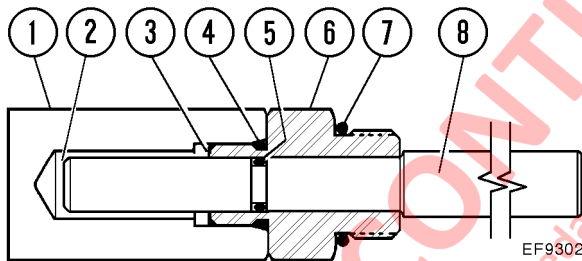

FIGURA 5-2. INDICADOR DE DESGASTE DEL FRENO
Se debe comprobar el desgaste del disco de freno cada 1000 horas por medio de una herramienta indicadora de desgaste (EF9302) que está incluida en el grupo de herramientas que se envía con el camión. Consulte la Figura 5-2.
- a. Retire la cubierta (1, Figura 5-2) del indicador de desgaste.
- b. Empuje el pasador (8) hasta que se detenga contra el pistón de freno.
- c. Mida la distancia desde la cara del extremo del pasador del indicador (2) hasta la cara de la carcasa (3).
- ❑ Si la cara del extremo del pasador del indicador (2) está al mismo nivel o más abajo que la cara de la carcasa (3), significa que el paquete de discos está desgastado más allá de los límites seguros de desgaste. Debe programar la remanufacturación de estos frenos.
- ❑ Si la cara del extremo del pasador indicador (2) se extiende por encima de la cara de la carcasa (3), significa que el desgaste del disco de freno todavía está dentro de los límites permitidos.
7. Tire el pasador (8) hasta que se detenga con la carcasa de la herramienta (6). Instale la cubierta (1).
NOTA: Si observa alguna fuga alrededor del indicador de desgaste del disco de freno, reemplace los O-rings (4, 5 y 7, Figura 5-2).